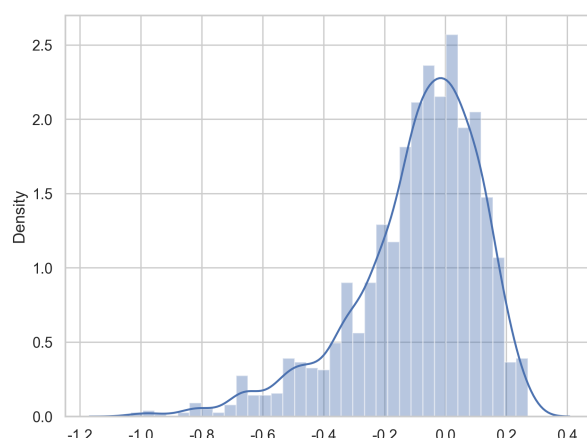

图 16 随机决策利润率分布图
(1) 问题特性
- 通过在参数空间中随机采样，得到图16，由图可知利润率分布范围较广。